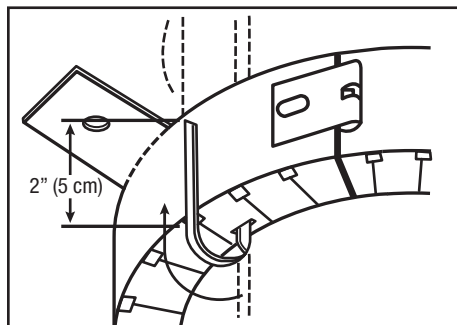

Figure 5 : Tirer sur les courroies, tourner et enrouler.
- F. Tirer sur les courroies d'ancrage ultra rapides jusqu'à ce que la languette à ressort entre en contact avec le bord opposé de l'ouverture. **À l'aide de pinces**, tirer environ 13 mm (1/2 po) de la courroie d'ancrage tout en la faisant tourner de moitié, puis enrouler la courroie autour du corps du dispositif pour tuyaux en plastique (Figure 5).
- G. La longueur de la partie de la courroie qui dépasse dépendra de l'épaisseur du substrat (gypse, âme creuse ou élément de maçonnerie de béton versus béton monolithique). La partie de la courroie qui dépasse peut être coupée, si désiré. La longueur minimale de la partie de la courroie qui dépasse après que celle-ci a été enroulée autour du corps du dispositif pour tuyaux en plastique doit être de 50 mm (2 po) (Figure 5).